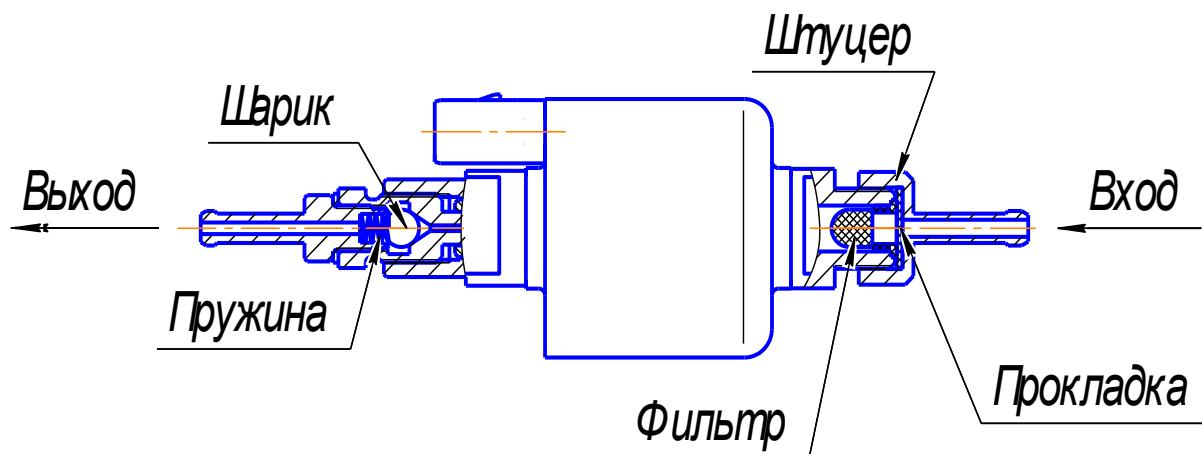

Рис. 13 -Топливный насос
5.10.1 Топливный насос (рис. 13) служит для дозированной подачи топлива в камеру сгорания За весь период производства отопители комплектовались 4 типами топливных насосов: TH10; TH7; TH8; «Thomas magnete».
- убедиться, что фильтр топливного насоса чистый. Для этого необходимо частично разобрать насос, Выкрутить штуцер (рис.13) и осмотреть фильтр. Если фильтр загрязнен, то промыть его бензином и продуть воздухом;